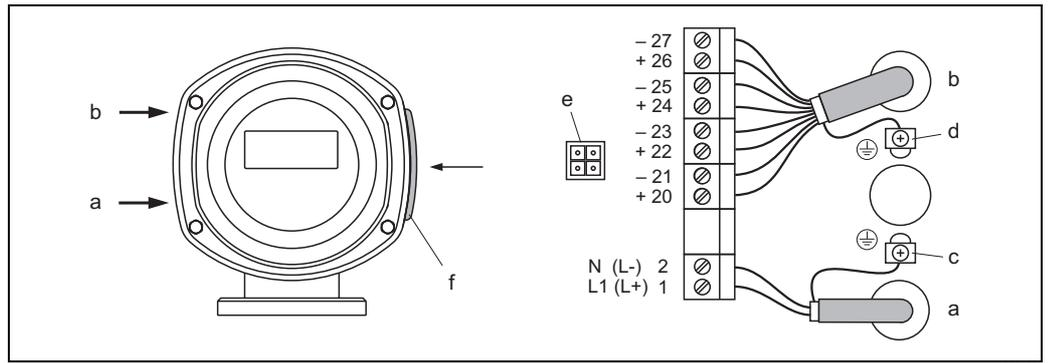

Fig. 22: Raccordement du transmetteur (boîtier de terrain en inox). Section de câble : max. 2,5 mm²
- Schéma de raccordement (boîtier inox) → fig. 22